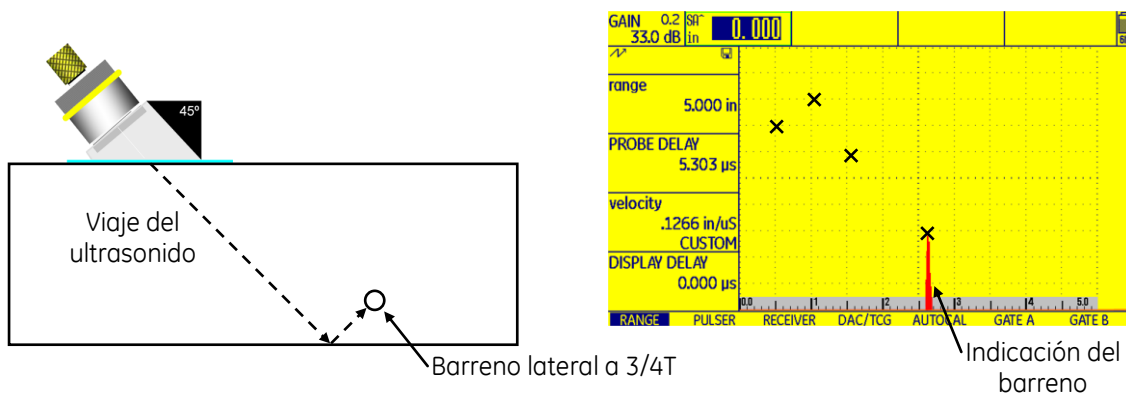

Figura No. 114: Maximizar la cuarta indicación de referencia (del barreno ubicado a 3/4T) y marcar sobre la pantalla la posición del pico de la indicación
- Colocar el transductor dirigido hacia el barreno lateral localizado a tres cuartos del espesor del bloque (3/4T), pero ahora detectado con la segunda pierna, y marcar sobre la pantalla la posición del pico de la indicación, figura No. 114.